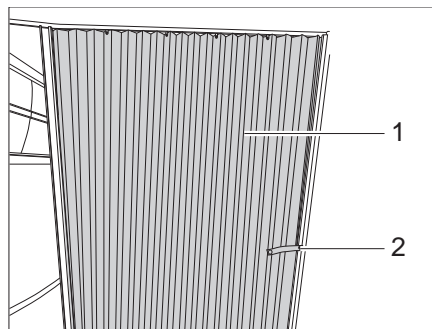

Bild 150 Faltporhang
- Das Sicherungsband (Bild 150,2) lösen.
- Faltporhang (Bild 150,1) in Schließstellung ziehen.
- Faltporhang (Bild 150,1) in die Öffnungsposition führen.
- Faltporhang mit dem Sicherungsband (Bild 150,2) befestigen.